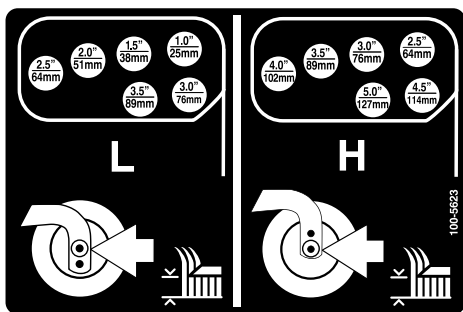

Figure 26
6. Tournez la tige de tension pour élever ou abaisser le bras de pivot jusqu'à ce que les trous soient en face de ceux du support de hauteur de coupe sélectionnés dans le cadre du plateau de coupe (Figure 25 et Figure 26).